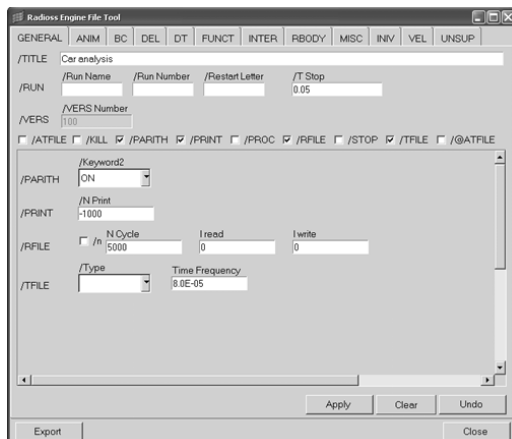
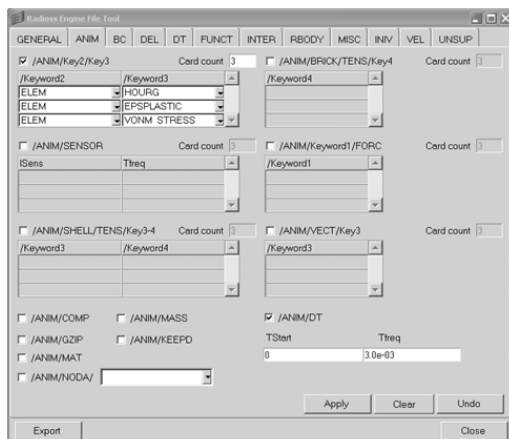

图 8-46 定义 engine 文件 GENERAL 标签
图 8-47 定义 engine 文件 ANIM 标签
- (1) 在 Utility 标签中单击 Engine File，弹出 Radioss Engine File Tool 对话框。
- (2) 在 GENERAL 标签设置参数，如图 8-46 所示。
- (3) 单击 Apply 按钮。
- (4) 在 AMIN 标签设置参数，如图 8-47 所示。
- (5) 依次单击 Apply>Close 按钮。